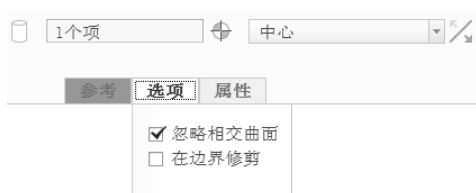

图 5-198 “选项”面板
- “选项”面板：该面板如图 5-198 所示。利用该面板，可以设置是否忽略相交曲面，可以设置由于曲线过大而无法在目标对象中回绕时是否修剪该曲线（即在曲面边界是否修剪不能包络的曲线部分）。